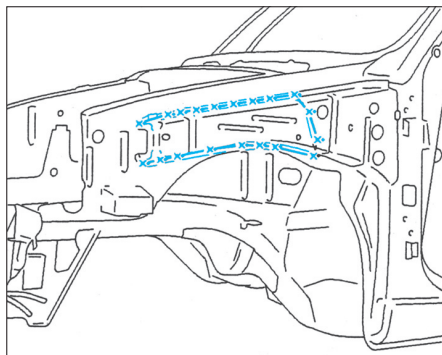

FIG. 4
- Déposer le renfort de doublure d'aile partiel (Fig.4).